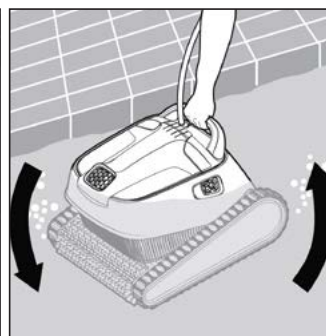

Figura 6
3. Incline suavemente el limpiafondo de un lado a otro o voltéelo para liberar el aire atrapado. Ver **Figura 6**.